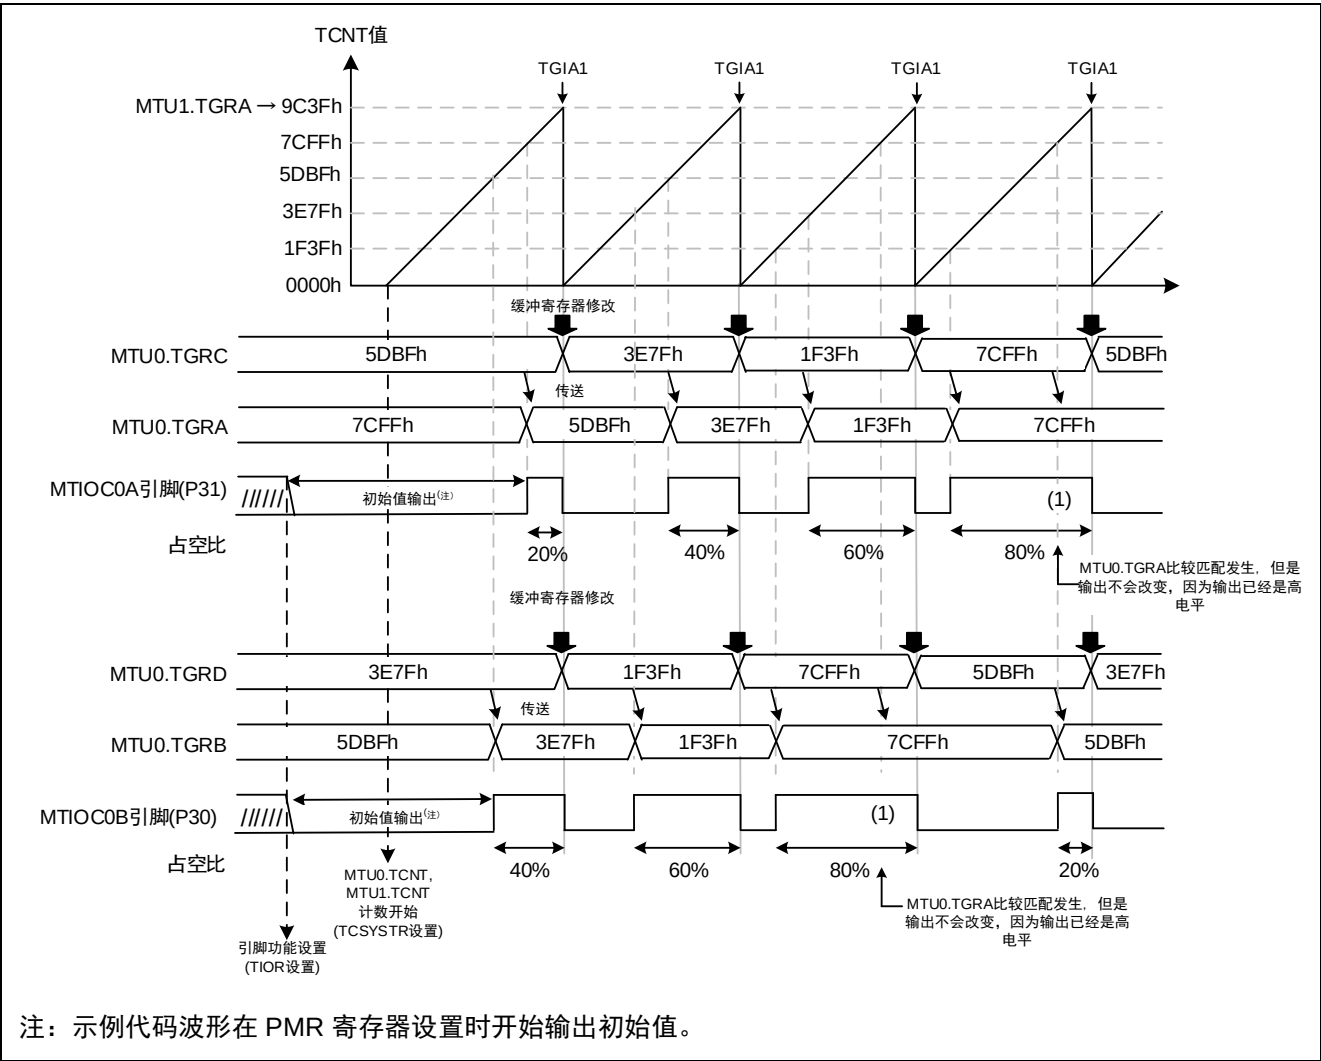

图 3.23 示例代码运行
- 关于占空比改变的时间的详细信息, 请参考图 3.23
示例代码的运行如图 3.23 所示。通过在周期寄存器 MTU1.TGRA 的比较匹配中断（TGIA1）中修改缓冲寄存器 MTU0.TGRC 和 MTU0.TGRD 的值，可以在每个周期改变占空比的设置。比较匹配发生时，MTU0.TGRC 和 MTU0.TGRD 的值将传送到占空比寄存器 MTU0.TGRA 和 MTU0.TGRB。
有关详细信息，请参考图 3.23 中 (1)。